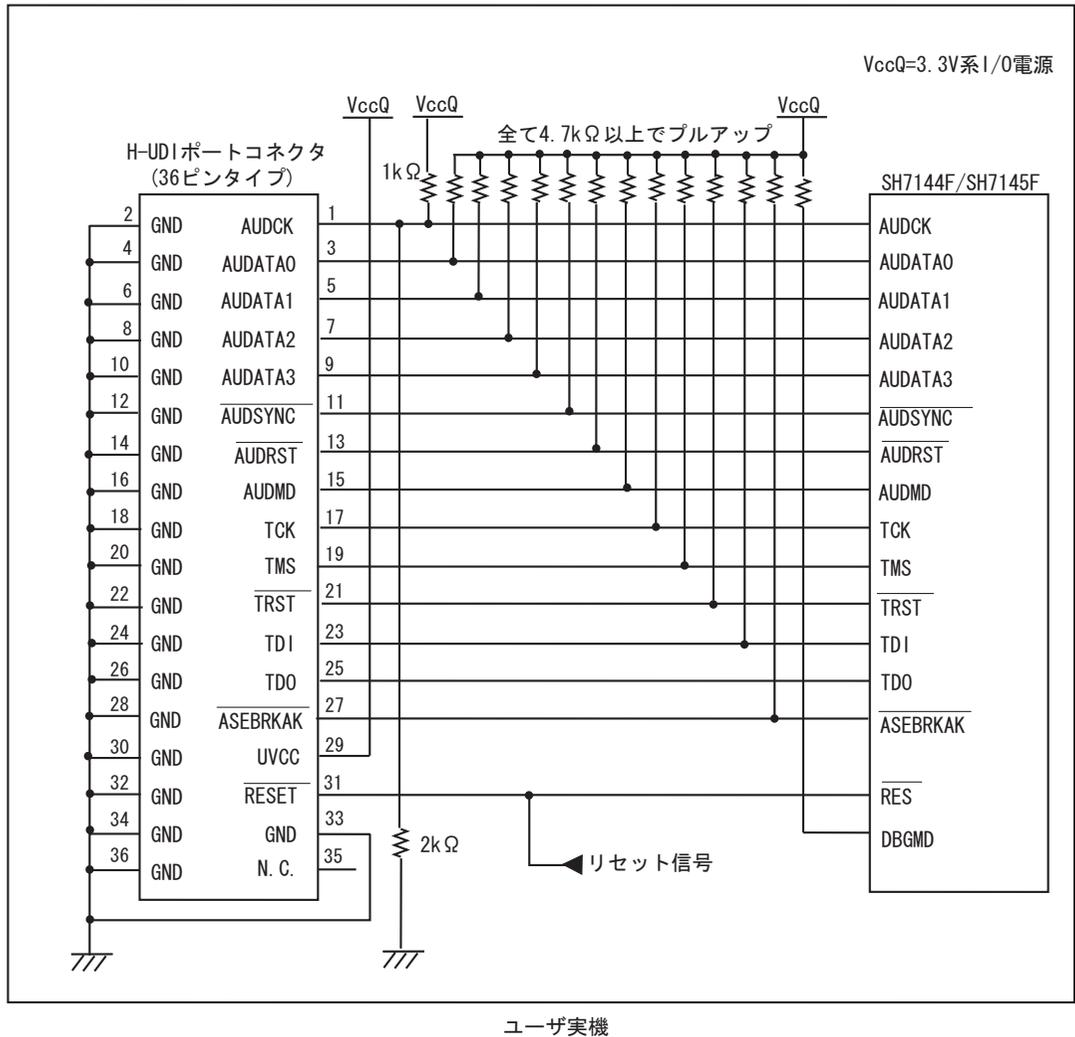
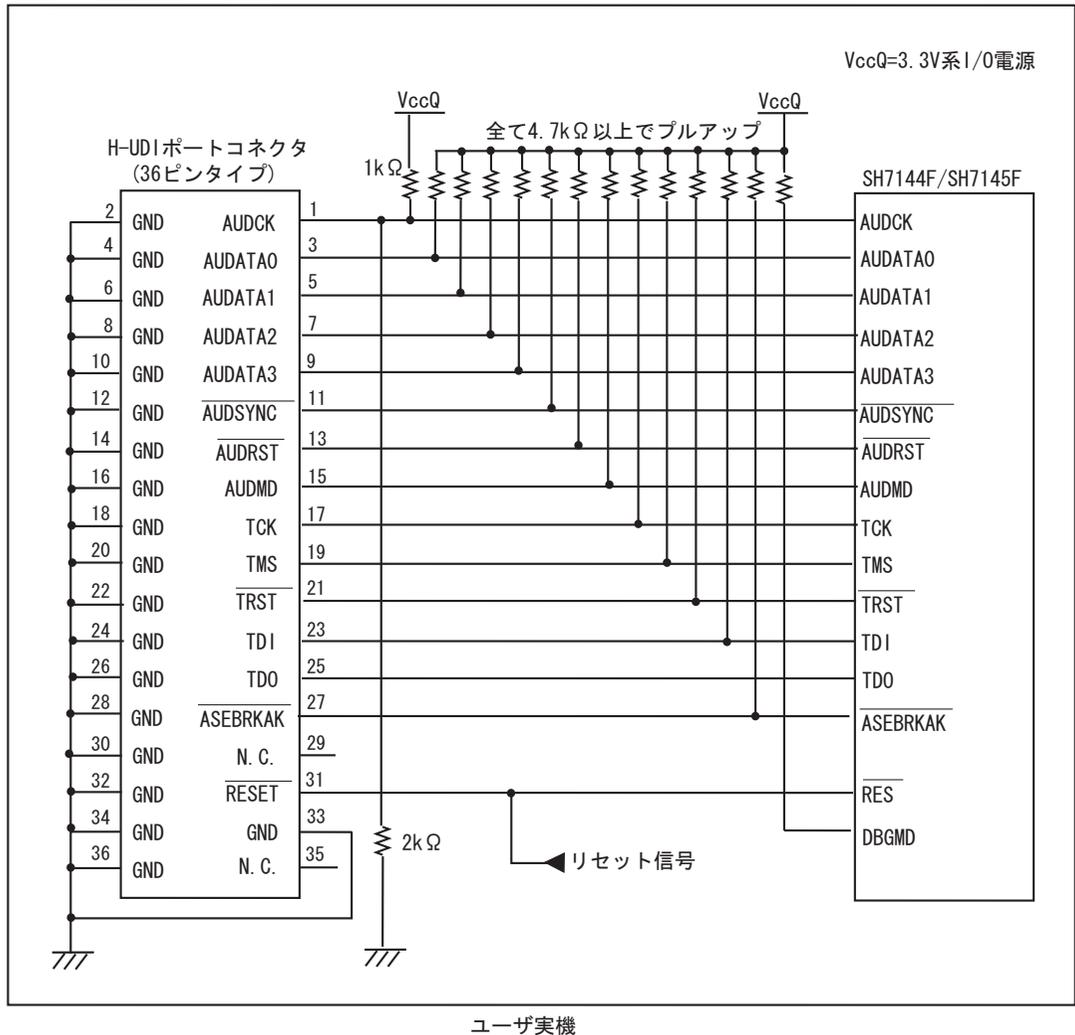

図 1.3 E10A-USB 使用時の H-UDI ポートコネクタ - チップ間の推奨接続例 (36 ピンタイプ UVCC 接続時)
図 1.4 E10A-USB 使用時の H-UDI ポートコネクタ - チップ間の接続例
E10A-USB エミュレータ使用時の H-UDI+AUD ポートコネクタ(36 ピンタイプ)とチップ間の推奨接続例を図 1.3、UVCC 未接続時の接続例を図 1.4 に示します。
7. 図 1.3,図 1.4 に記載されている抵抗値は、参考値です。
- 図 1.3 推奨接続例で回路を組んだ場合の E10A-USB エミュレータのスイッチ設定: SW2=1, SW3=1
- 図 1.4 接続例で回路を組んだ場合の E10A-USB エミュレータのスイッチ設定：SW2=0, SW3=1 スイッチ設定の詳細は、「SuperH™ファミリ用 E10A-USB エミュレータユーザーズマニュアル 3.8 DIP スイッチの設定」を参照してください。